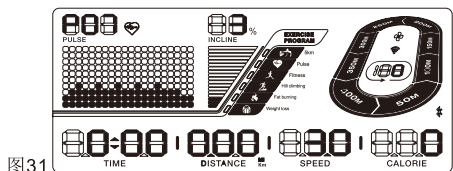

图31
2. 连续按下面板上TrainingProg键,直至屏幕上出现P07字样。(图31所示)。